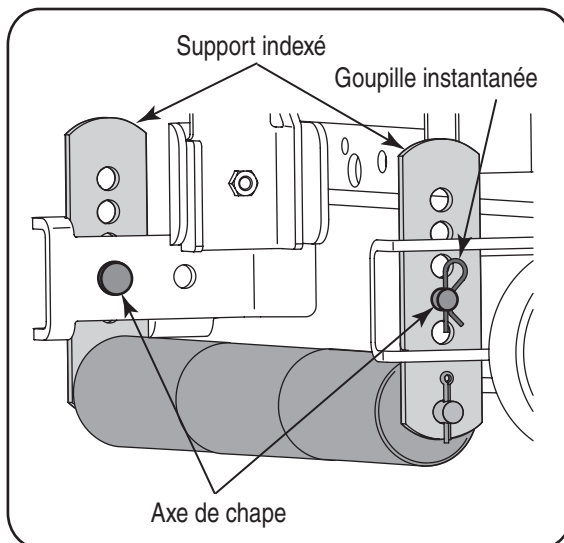

Figure 14
- Soutenez les rouleaux, retirez la goupille instantanée et sortez l'axe de chape des supports indexés à droite et à gauche. Voir la Figure 14.
- Alignez les trous d'indexage les plus proches avec les trous des supports de montage des rouleaux. Faites passer les axes de chape dans les supports du plateau de coupe et dans les supports indexés et maintenez-les en place avec les goupilles instantanées. Voir la Figure 14.